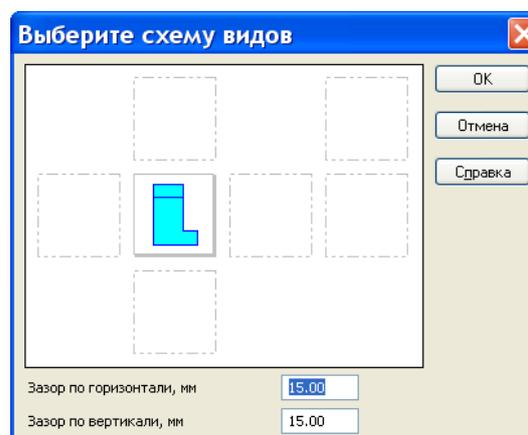

Рисунок 20.
18. В открывшемся диалоговом окне выбираем - **Схема** и оставляем только **Главный вид**. Невидимые линии – поставить **Показывать** (рисунок 20).